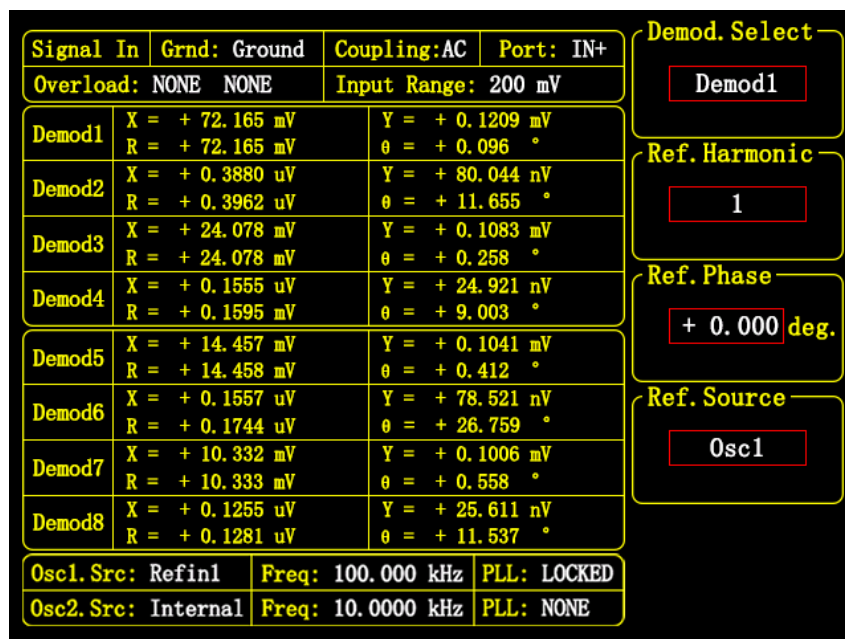

图 104. 方波的谐波测量结果
- 然后在 [DISPLAY] 子菜单中，按下“软键2”，把 <Display Mode> 设置为 <Full> 模式，如图104所示，显示所有基波和谐波的测量结果。
根据以上算法，即可将测量值与理论计算值进行对比。如图104的测量结果所示，测量值符合理论值。